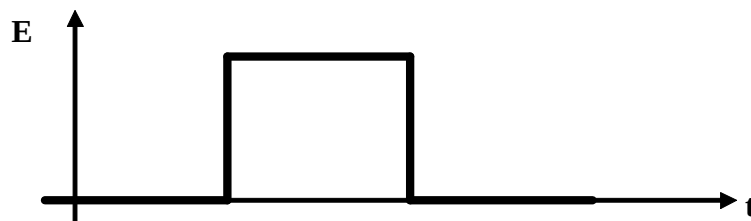

Figure III.5.
④ **après avoir positionné** les entrées **RS** et **R/ $\overline{W}$** du **LCD** suivant ce que l'on veut faire, il faut envoyer un « pulse » sur l'entrée **E** de la forme fournie sur la figure III.5.